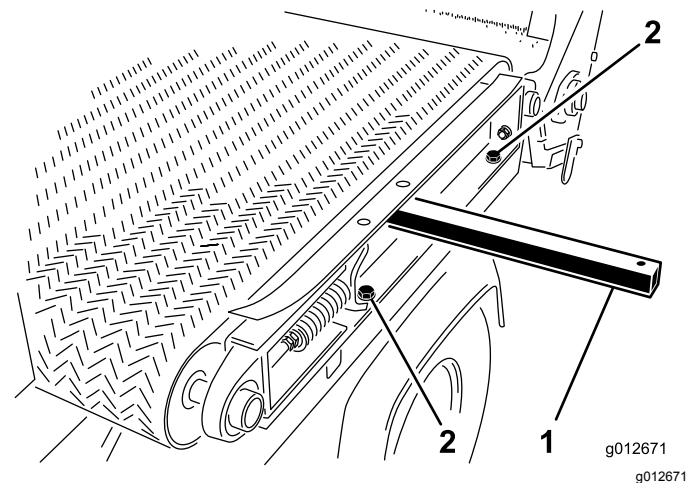

図 35
1. 装置の左側で、スライダフレームレールを左フェンダに組み付ける図 35 スライダベッドを分解する (ページ 23)で取り外したキャップスクリュ2本とワッシャ2枚を使用し、キャップスクリュを締め付ける。